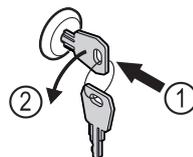

Fig. 164
- ▶ Insérer la clé. Fig. 164 (1)
- ▶ Tourner la clé à 90° dans le sens antihoraire. Fig. 164 (2)